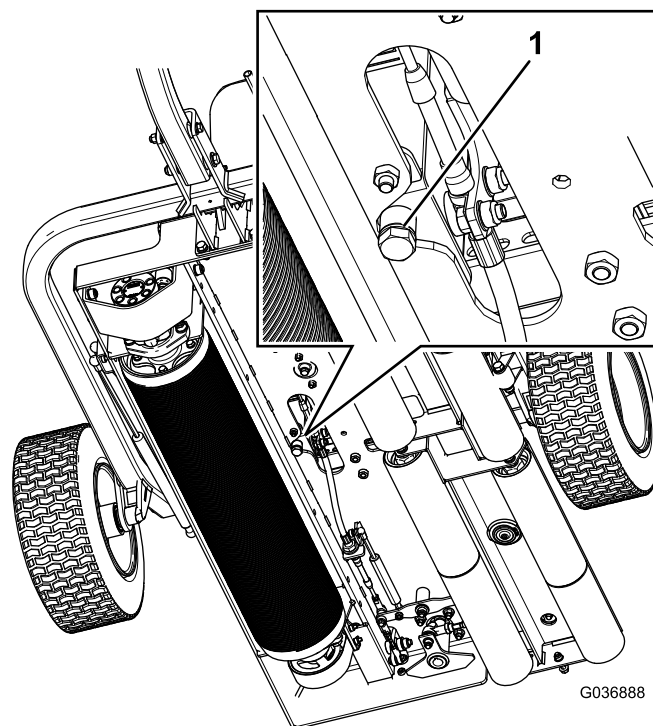

図 35
1. 機体下にある油圧オイルドレンプラグの下に廃油受けを置く (図 35)。
2. タンクの底にあるドレンプラグを抜いてオイルを抜く (図 35)。